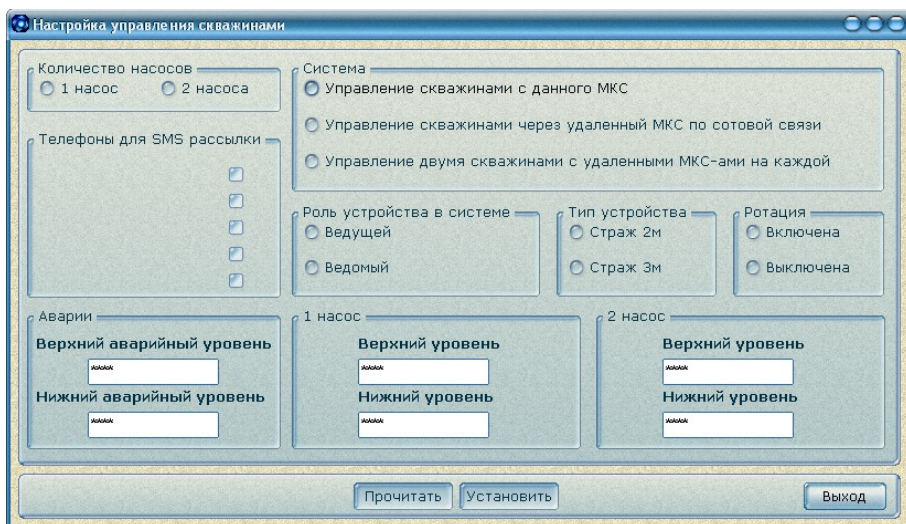

Рисунок 13
- 6.1.18 Для изменения уставок для работы в режиме управления скважинами нажмите кнопку «Управление скважинами». В открывшемся окне «Настройка управления скважинами» (рисунок 13) необходимо ввести: